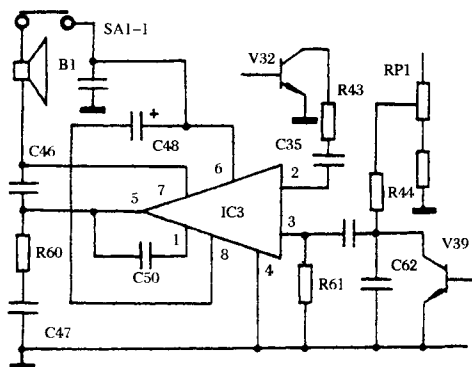

图 1.5
(2) 免提受话啸叫, 该故障现象说明免提功放自激。参看图 1.5, 检查 C50, 发现 C50 开路。更换 C50 后, 啸叫声消除, 但免提受话还有汽船声, 这说明还存在低频自激。检查